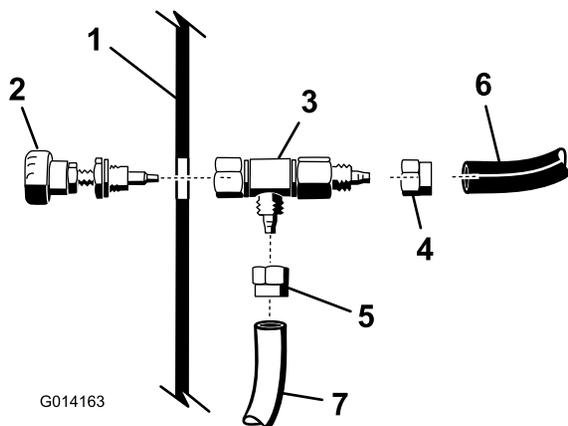

Figura 4
5. Allentate il dado che fissa la manopola al raccordo a T, come illustrato in Figura 4.
6. Montate i tubi blu e trasparente che provengono dal flessibile della schiuma sotto il cruscotto al corpo della valvola di regolazione, come illustrato in Figura 4.